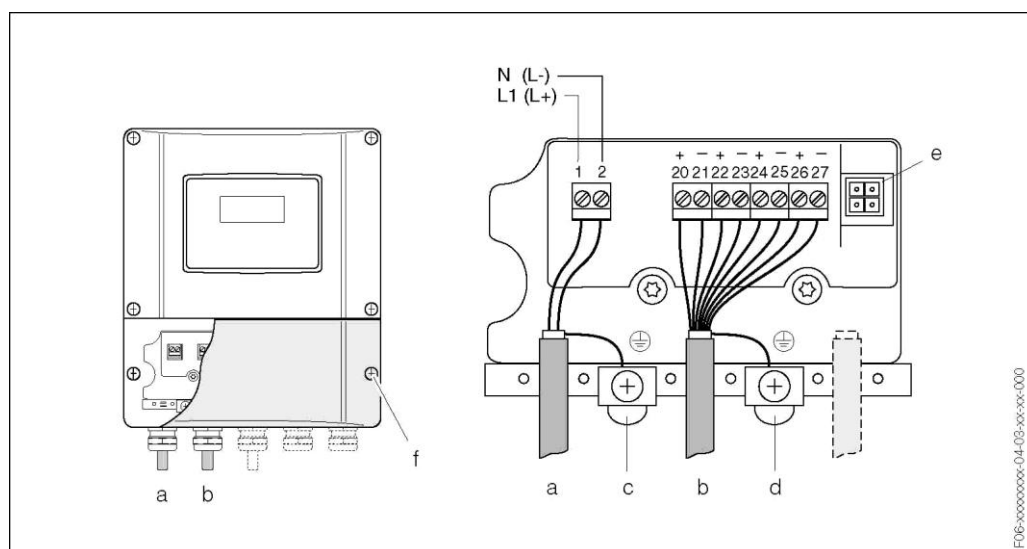

Рис. 19: Подключение преобразователя (настенный корпус).
- схема соединений (настенный корпус) → рис. 19;